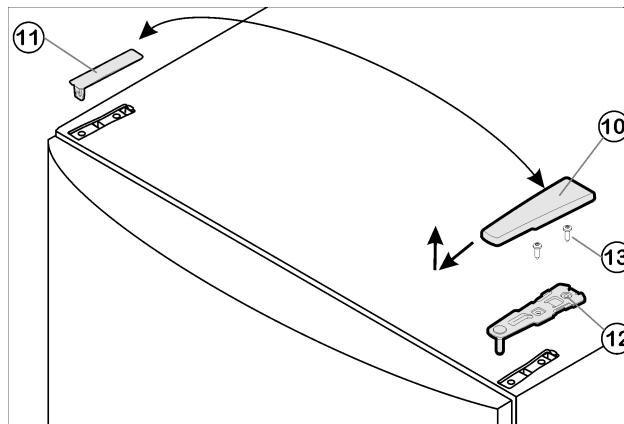

Fig. 4
- Потяните крышку Fig. 4 (10) вперед и вверх.
- Снимите крышку Fig. 4 (11).
► Открутите верхний опорный кронштейн Fig. 4 (12)(2 шт. Torx® 25) Fig. 4 (13) и вытяните вверх.
- ▶ Установите верхний опорный кронштейн Fig. 4 (12) на новой стороне шарнира и защелкните в дверце.
- ▶ Прикрутите верхний опорный кронштейн Fig. 4 (12) (**с моментом 4 Нм**) (2 шт. Torx® 25) Fig. 4 (13). При необходимости проделайте отверстия или используйте аккумуляторную отвертку.
- ▶ Защёлкните крышки Fig. 4 (10) и крышки Fig. 4 (11) на противоположной стороне.